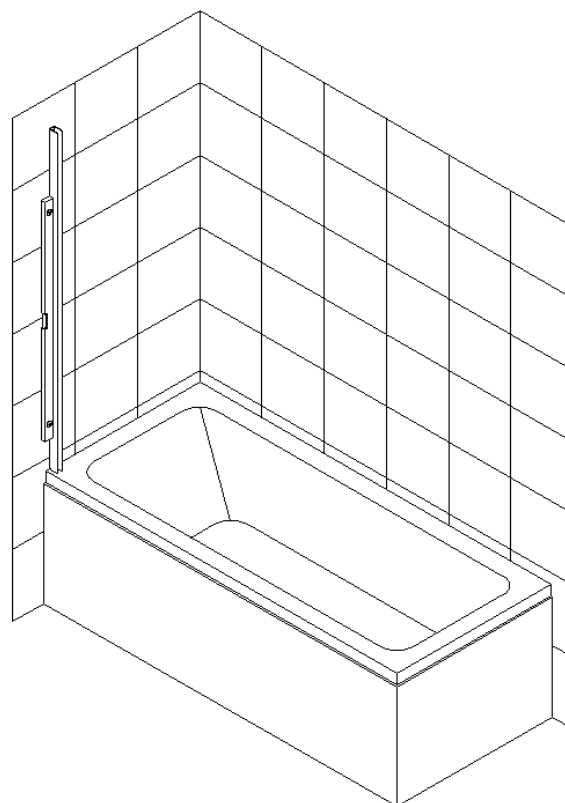

Fig 2
2. À l'aide d'un niveau, positionnez le **Profilé Mural (N° 01)** sur le pourtour de la baignoire, tout en l'appuyant contre le mur fini. Le profilé doit être aligné et symétrique avec le seuil ou le pourtour de la baignoire. Cette unité nécessite un espace d'au moins 1 po de seuil plat pour l'installation. Consultez la **Fig 2**.